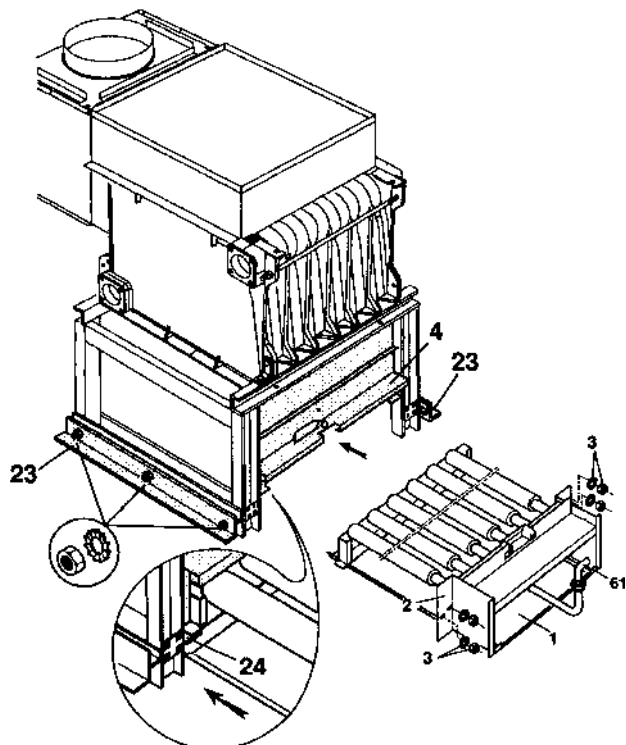
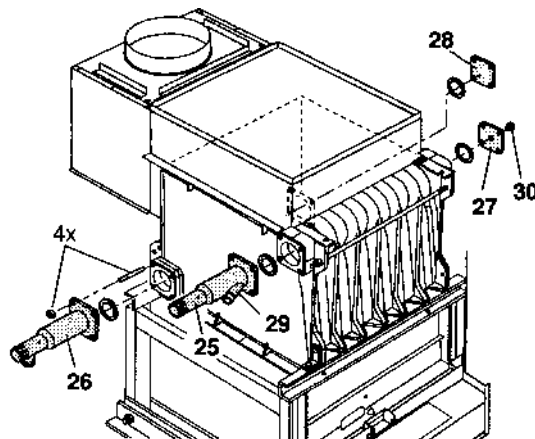
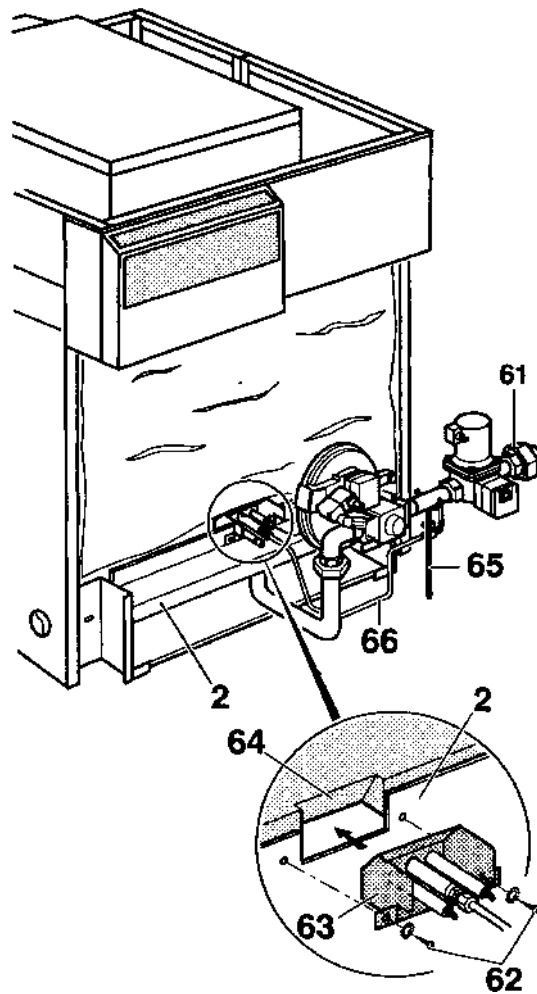

Рис. 17
Рис. 18
Рис. 30
Рекомендация: Рекомендуется незамедлительно или перед повторной сборкой по рис. 17 отключить газовую арматуру (61) с пусковой горелкой от узла горелки (2) (см. рис. 30). Этим облегчается последующий монтаж котла (рис. 18).
- Установить два нижних боковых держателя (23) и прикрепить тремя гайками (M5, SW 8) с зубчатыми шайбами.
- Узел горелки (2) направить по направляющим (24) в узел топки (4), прикрепить их четырьмя гайками (M6, SW 10) с зубчатыми шайбами (3).
- Под узел горелки (2) до упора вставить жечь для защиты пола топки.
Рекомендация: газовую арматуру (61) следует монтировать согласно рис. 30.